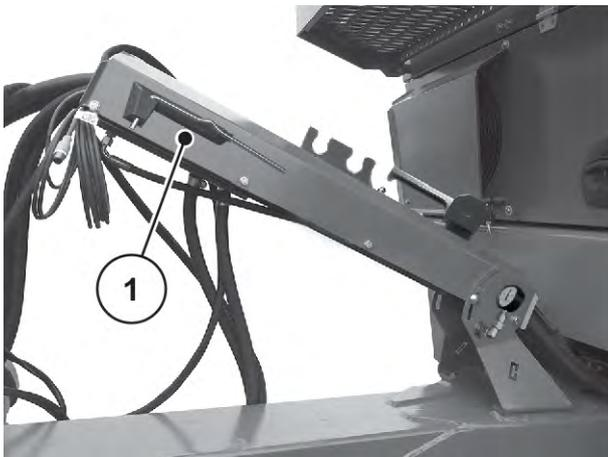

Abb. 64: Lage des Einstellhebels
- ▶ Einstellhebel wieder in die dafür vorgesehene Halterung ablegen. Siehe *Abb. 64 Lage des Einstellhebels*